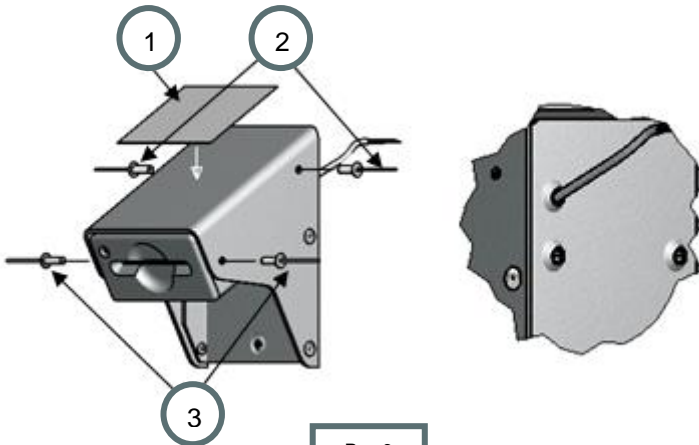

Рис.6
5. Установить считыватель на кронштейн для «накладного» крепления (см. рис. 6).
6. Закрепить считыватель двумя заклепками 3,2x12 мм (см. рис. 6 поз. 2) и двумя заклепками 3,2x8 мм (см. рис. 6 поз. 3)
7. На поверхность кронштейна наклеить информационную табличку (см. рис. 6 поз. 1).